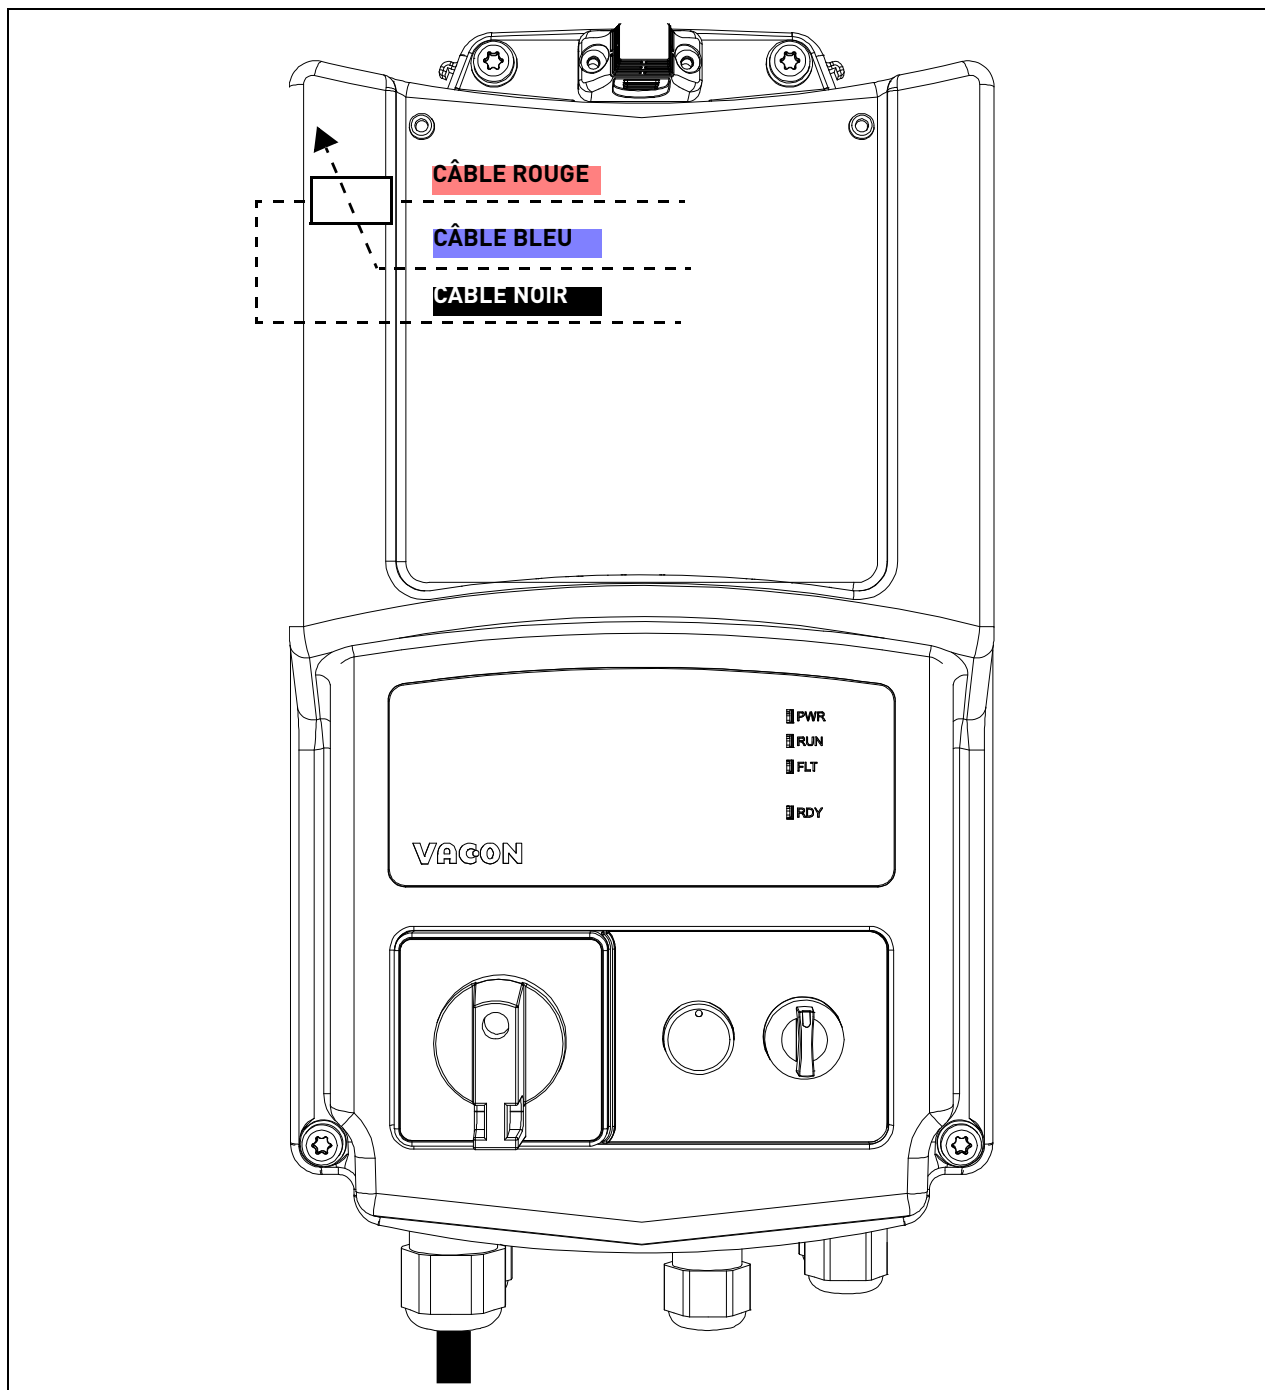

Figure 69. Monter le capot en plastique.
- Monter le capot en plastique sur le convertisseur de fréquence avec les vis et le cache-prise IHM : le processus d'installation est terminé. Voir Figure 69.